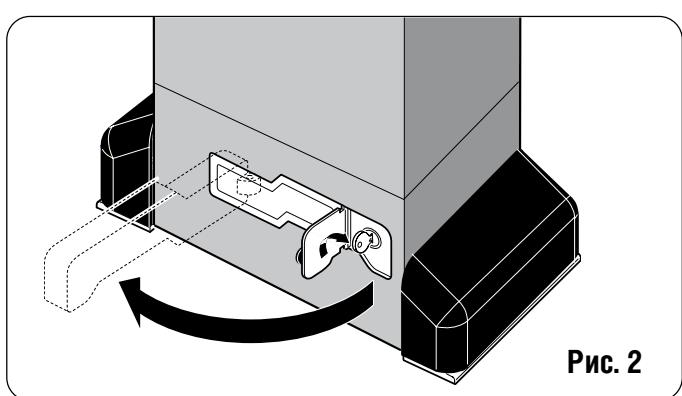

Рис. 2
2) Повернуть ключ по часовой стрелке и извлечь предохранительный рычаг, как показано на рис. 2.